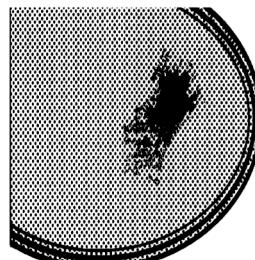

Рис.4
специальным лезвенным скребком (рис.4); помните, что лезвием можно пораниться.
- Из-за неправильной чистки и неправильного использования конфорок спустя определенное время может появится металлический отблеск и царапины (рис.4). Царапины являются трудноудаляемыми, но они не влияют на хорошую работу конфорок.
- Извлеките фиксаторы «G» из упаковки и установите их согласно рис. 4.